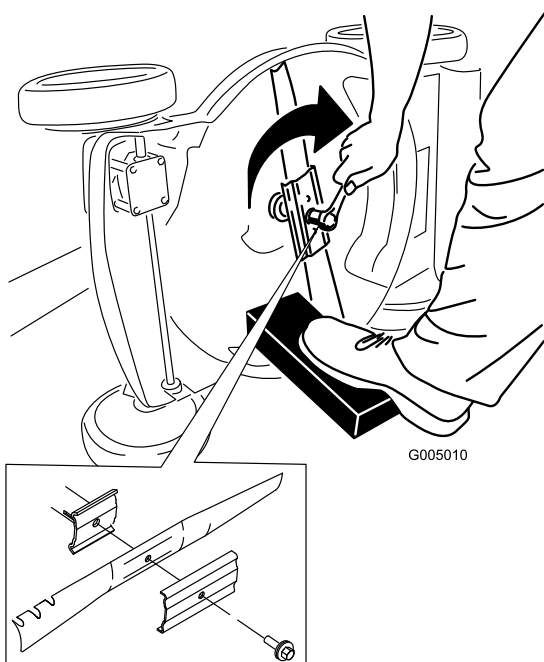

Figura 28
5. Instale la cuchilla nueva y todos los herrajes de montaje (Figura 28).